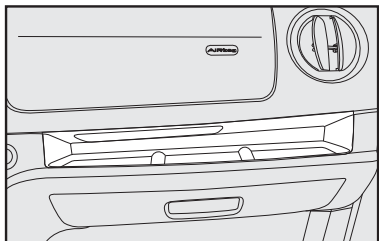

fig. 73
- En el tablero, sobre la guantera **fig. 73**;